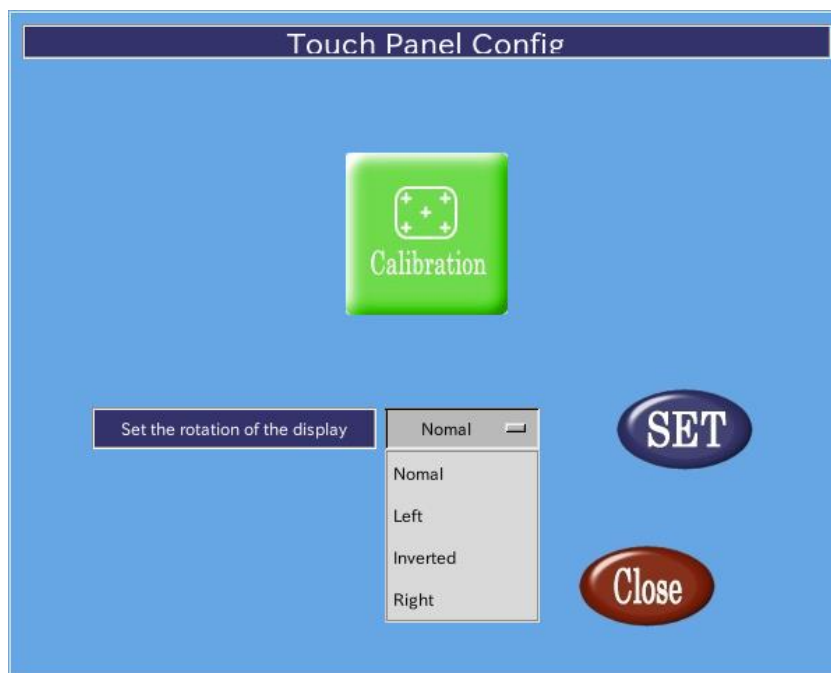

図 2-3-2-2. ディスプレイとタッチパネルの回転
②のコンボボックスをクリックすると、図 2-3-2-2 のように、回転方向の設定メニューが表示されます。画面の向きと設定メニューはそれぞれ表 2-3-2-1 のように対応しています。任意の向きを選択して③の[SET]ボタンを押すことで、画面が回転します。回転後、任意の位置をタッチできなくなった場合、①のキャリブレーションを行ってください。